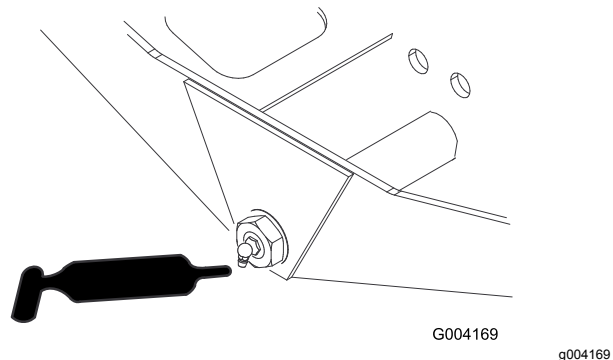

Figura 34
- Pivote de dirección del eje (1)—Figura 34